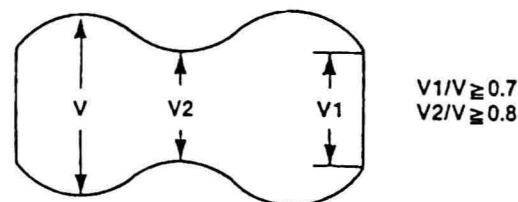

图56
⑧将寻迹旋钮转到中心固定位置, 并把RF包络调整到最大, 如果RF包络不能满足 $V1/V \geq 0.7$ 、 $V2/V \geq 0.8$ 的技术要求(如图56所示), 则重新进行①~⑧步骤。